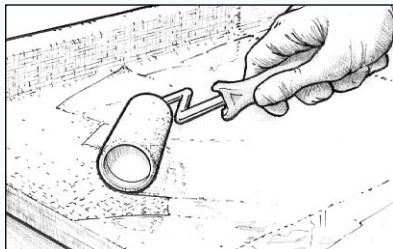

Figura 28 Trattare la superficie in modo da riempire la trama del tessuto prima che l'impregnante diventi secco al tatto.
9. Trattare la superficie in modo da riempire la trama del tessuto prima che l'impregnante diventi secco al tatto (*Figura 28*). Per il trattamento finale attenersi alle procedure descritte nella prossima sezione. Saranno necessarie due o tre mani per riempire completamente la trama del tessuto e per poter effettuare la carteggiatura finale senza danneggiare il tessuto.